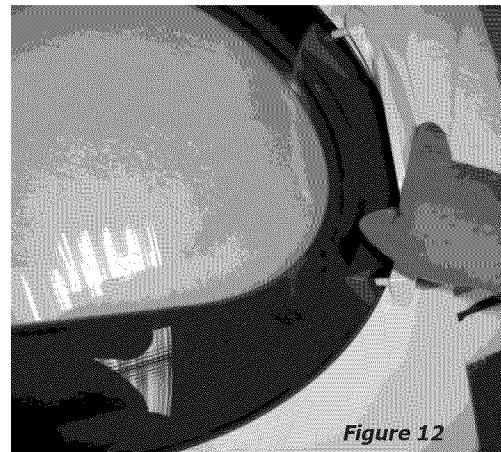

Figure 12
- 18 Réinstallez de la poignée de la Porte, en faisant passer les protubérances d'assemblage de cette dernière, à travers les trous dans le verre et l'annele et en plaçant des vis à travers le panneau intérieur de la Porte et en les serrant dans les protubérances de la poignée. (Figure 12)
- 20 Installez quatre (4) bouchons dans les trous du Panneau Frontal, où étaient placées les charnières à l'origine.